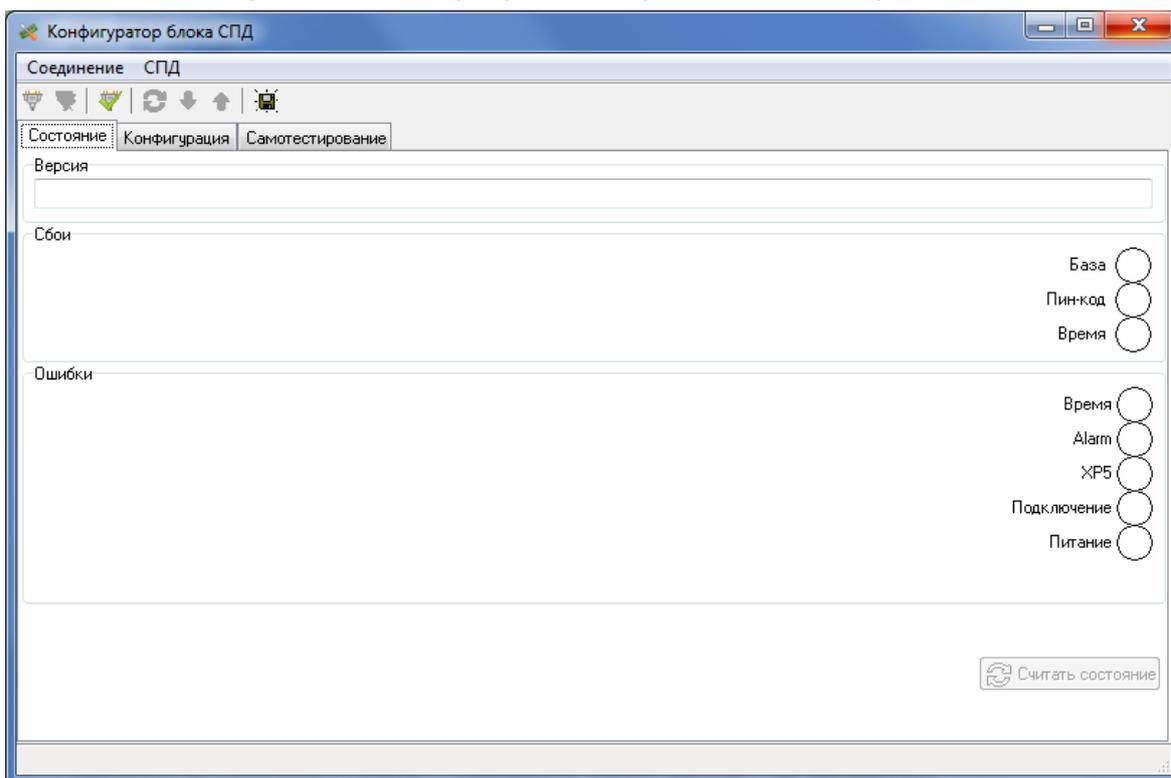

Рис.2. Стартовое окно программы «Конфигуратор блока СПД»
3.1.2. Подключите сервисный кабель к разъему СЕРВИС на блоке ВП расходомера. Соедините USB-порт компьютера и разъем RS-485 сервисного кабеля через адаптер сигналов USB-RS485. На ПК запустите программу «Конфигуратор блока СПД», при этом откроется стартовое окно программы, приведенное на рис.2: